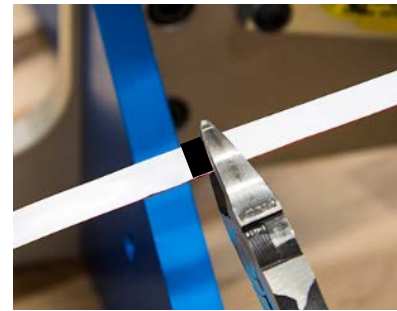

Fig. 8
6.3. Corte el cierre en la marca de registro color negro impresa en el protector antiadherente. (vea la Fig. 8)